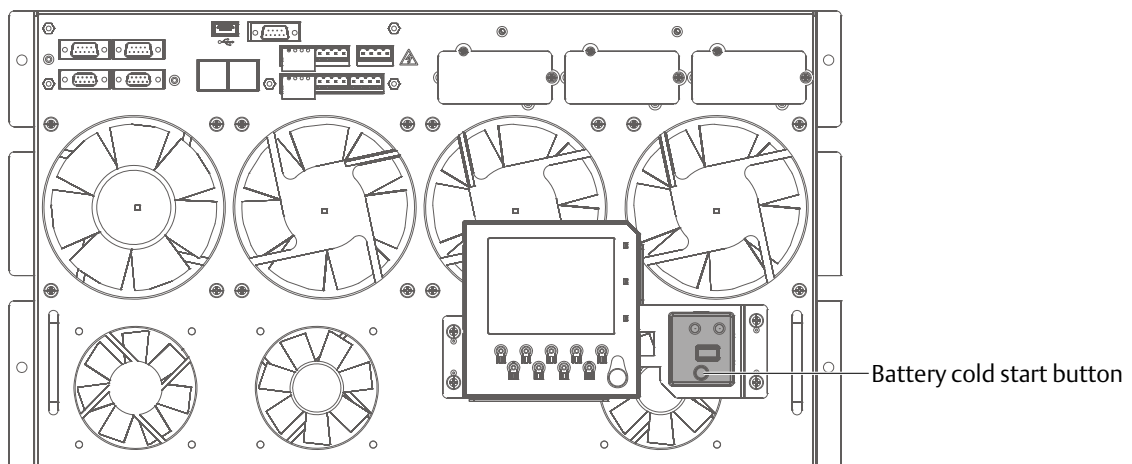

Figure 5-2 Кнопка «холодного» старта батареи
2. Откройте переднюю дверцу и нажмите кнопку «холодного» старта батареи (ее положение показано на Figure 5-2).